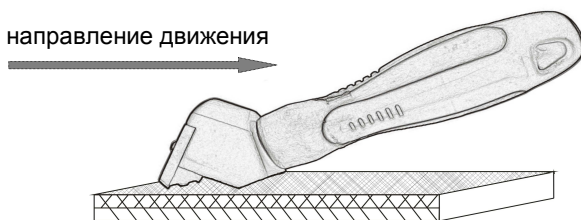

Рисунок 2
3.2. Установить резак на покрытие и с достаточно сильным нажимом провести на расстояние примерно 25 мм, прорезая покрытие до металла (рис. 2).